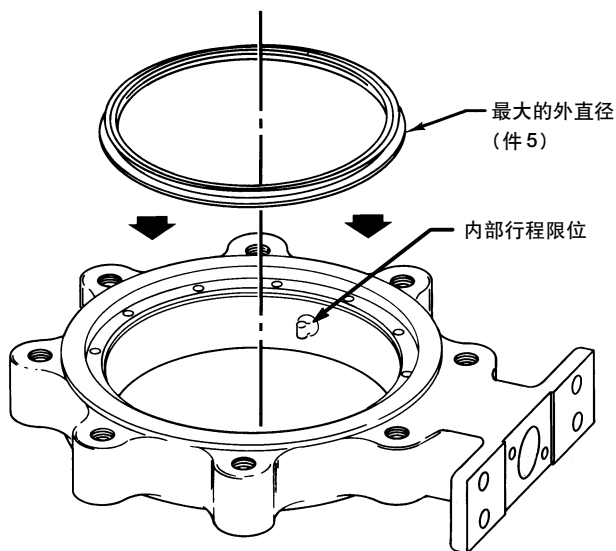

图 8. 典型的密封安装
1. 找到更换用的密封环（件5）的位置并注意该环的形状。如图8所示，该环的一个棱边的跨越直径较宽而另一棱边的跨越直径较窄。围绕外圆周是一个宽的凹槽。
在将密封环安装进阀体之前，将O形环（件6）置入密封环宽的外面凹槽里。请参考图8。
2. 将密封环与O形环组件安装进阀体里。密封环较宽的外直径，如图8所标示的那样，进入阀体（见图5）的T形槽区。用端面粗钝的螺丝刀开始推动较宽直径的棱边进入阀体的T形槽。你若有一套维修成套工具，就用密封件的安装工具。
1. 找到更换用的密封环(件5)的位置并注意该环的形状。如图8所示,该环的一个棱边的跨越直径较宽而另一棱边的跨越直径较窄。围绕外圆周是一个宽的凹槽。
**当把执行机构连接固定到阀门时,应确保阀门蝶板不与阀门内部行程限位(见图8)接触。阀门蝶板应定位于离开阀体里内部限位0-0.76毫米(0-0.030英寸)的地方(见图8)。**